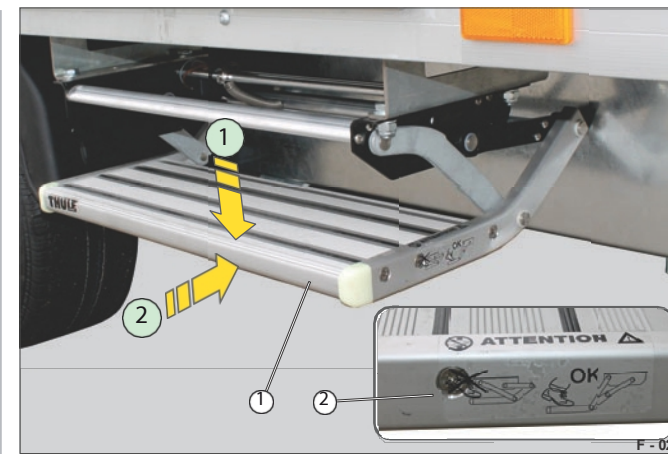

Fig. 20 Trapp i kjørestilling
- Trykk ned trinnet (fig. 20/1) med foten (trinn 1).
- Vær oppmerksom på advarselsmerket (fig. 20/2) på trinnet.